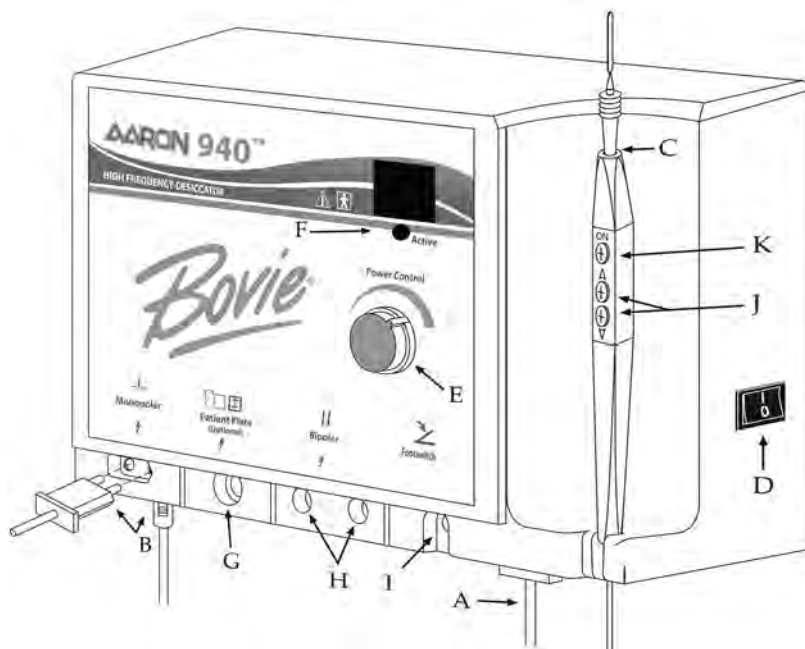

Figura 2
2. Inserire l'estremità femmina del cavo di alimentazione nella base dell'unità (vedere la figura 2, lettera A).
4. Inserire il manipolo nell'uscita monopolare in basso a sinistra nella parte anteriore dell'unità (vedere la figura 2, lettera B). La spina è progettata in modo da poter essere inserita in una sola direzione. Inserire il connettore rotondo di dimensioni minori sul manipolo nella presa posta sul fondo dell'unità (vedere la figura 2, lettera B).
5. Far scivolare l'elettrodo standard nel manipolo fino a quando non sia saldamente alloggiato (vedere la figura 2, lettera C). Il manipolo accetta la maggior parte degli elettrodi standard da $\frac{3}{32}$ ".
7. Attivare l'alimentazione dell'unità utilizzando l'interruttore posto sul pannello alla destra dell'unità (vedere la figura 2, lettera D).
8. Impostare l'uscita di alimentazione utilizzando il quadrante posto nella parte anteriore dell'unità (vedere la figura 2, lettera E) o, solo sull'unità Aaron 940™, i pulsanti su e giù sul manipolo (vedere la figura 2, lettera J). Quando si esegue la regolazione del livello di alimentazione col manipolo, viene emesso un segnale acustico ad indicare la modifica del livello di alimentazione. Premendo e tenendo premuti i pulsanti su o giù si provoca la variazione delle impostazioni dell'alimentazione con maggiore rapidità per una rapida regolazione delle impostazioni di uscita. L'uscita dell'alimentazione è visualizzata in incrementi di "0,1" watt sotto i 10 watt e in numeri interi da 10 a 40 watt.
9. Per attivare l'unità, rimuovere il manipolo dalla custodia. Porre il manipolo nella posizione desiderata e premere il pulsante di attivazione (vedere la figura 2, lettera K). Quando l'unità è attivata, viene emesso un segnale acustico e la luce blu di attivazione si illumina (vedere la figura 2, lettera F).
10. Per utilizzare la piastra opzionale di messa a terra col cavo (A802EU), inserire la spina del cavo nell'uscita della piastra di messa a terra (vedere la figura 2, lettera G) e collegare l'altra estremità nella piastra di messa a terra. La piastra deve essere posta sotto il paziente, in un punto in cui l'intera piastra sia ricoperta dalla cute nuda.
11. Per utilizzare il cavo bipolare opzionale (A827EU), inserire le spine nelle uscite bipolari (vedere la figura 2, lettera H). Il cavo è quindi inserito nelle prese. Una porta scorrevole dietro le uscite monopolari e bipolari impedisce all'utente il loro uso contemporaneo.
12. L'interruttore a pedale opzionale è inserito nell'uscita dell'interruttore a pedale ed è posto sul pavimento (vedere la figura 2, lettera I). L'interruttore a pedale può essere utilizzato con procedure monopolari e deve essere utilizzato con procedure bipolari.